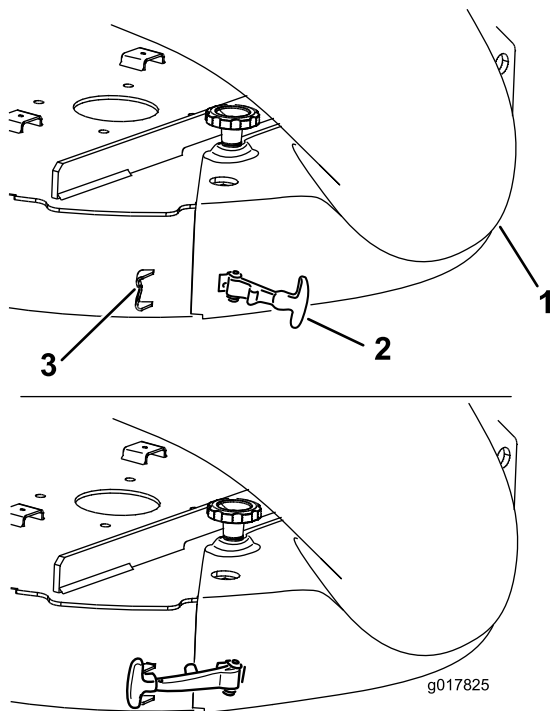

Figura 27
7. Enganche el cierre flexible del conducto en el soporte de retención soldado a la carcasa de corte, detrás del orificio (Figura 27).